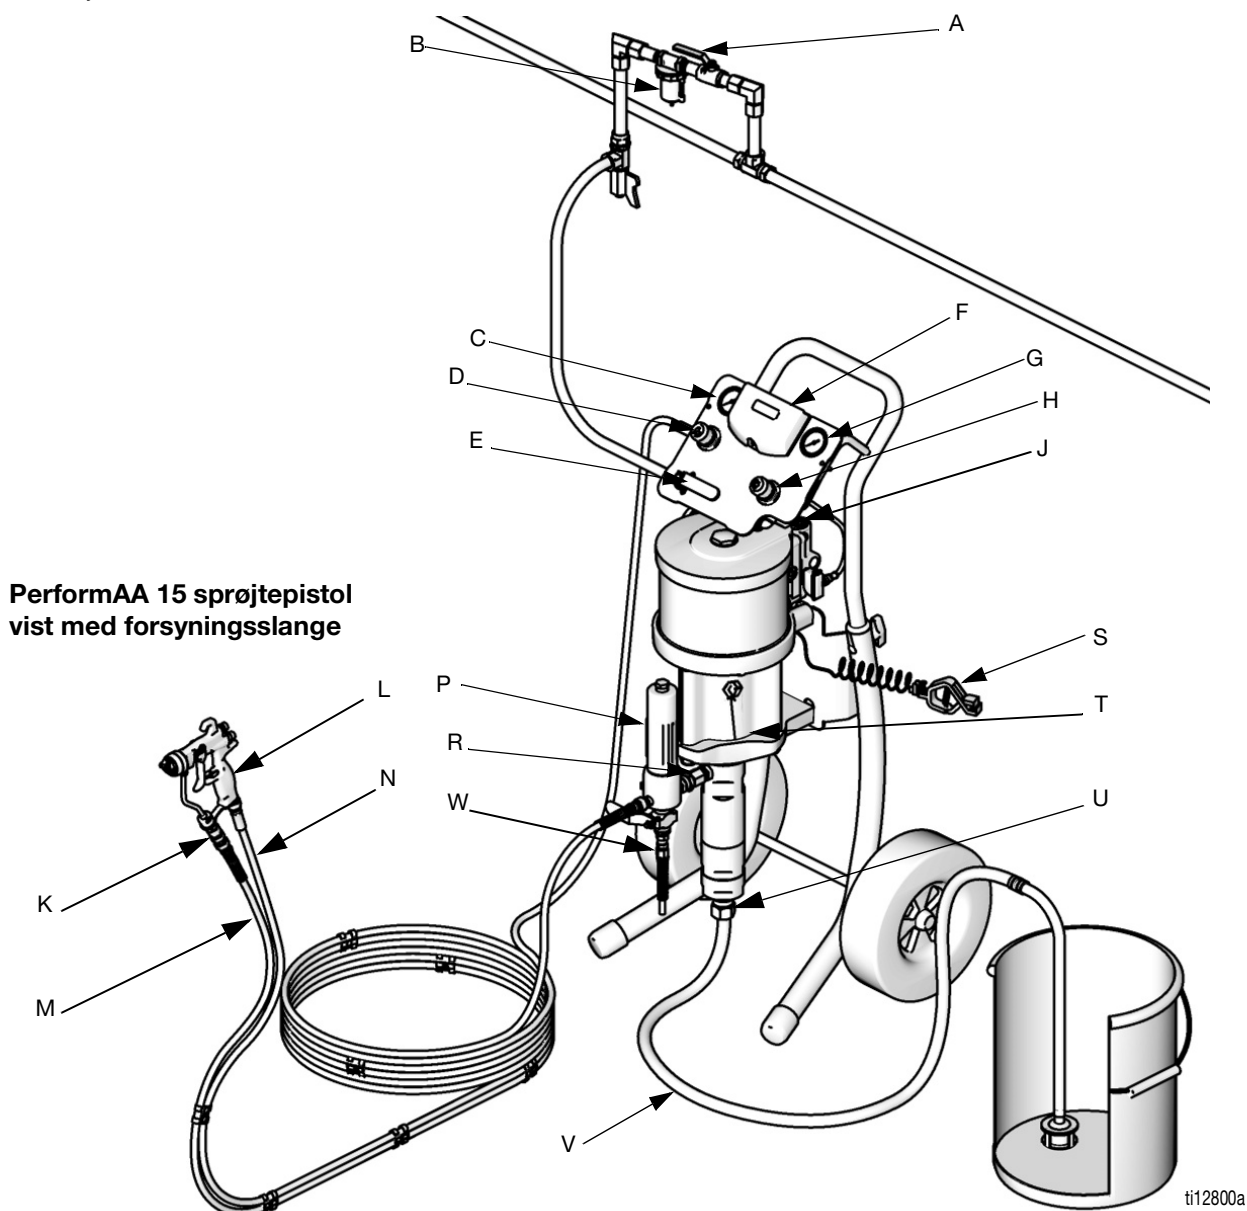

FIG. 1. Typisk installation (pakken omfatter muligvis ikke alle viste elementer.)
FIG. 1 er kun en guide til valg og installation af systemkomponenter og tilbehør. Kontakt Graco-forhandleren, og få hjælp til at designe et system, der opfylder dine specielle behov.
Se FIG. 1. **Komponenter varierer efter bestilt pakke.**
Monter følgende tilbehør i rækkefølgen vist i FIG. 1, ved hjælp af adaptere efter behov.
1. Se FIG. 1. Forbind den ene ende af den blå væskeslange (M) til udgangen på pumpen (R), eller til filterudgangen (P).
2. Forbind den ene ende af luftslangen (N) til pistolens luftregulator (D).
3. Den anden ende af luftslangen (N) sluttes til luftindtaget i bunden af pistolen (L).
4. Pistoldrejeleddet (K) sluttes til pistolens væskeindtag.
5. Forbind den anden ende af den blå væskeslange (M) til pistolens magnetventil (K).
2. Se FIG. 1. Sluk for hovedudluftningsventilen (D).
1. Se FIG. 1. Lås pistolaftrækkeren. Afmonter spidsafskærmningen og sprøjtedysen fra pistolen (L). Se pistolhåndbogen.
2. Luk pistolluftregulatoren (D) og pumpens luftregulator (H) ved at dreje knapperne mod uret, således at trykket reduceres til nul. Luk hovedudluftningsventilen (E). Kontroller også, at alle aftapningsventiler er lukkede.
3. Slut luftledningen til udluftningsventilen (D).
6. Hold en metaldel på pistolen (L) godt fast mod siden af en jordforbundet metalspand, aktiver aftrækkeren og hold den åben.
8. Åbn udluftningsventilen (E). Drej pumpens luftregulator (H) langsomt med uret, så trykket øges, indtil pumpen starter.